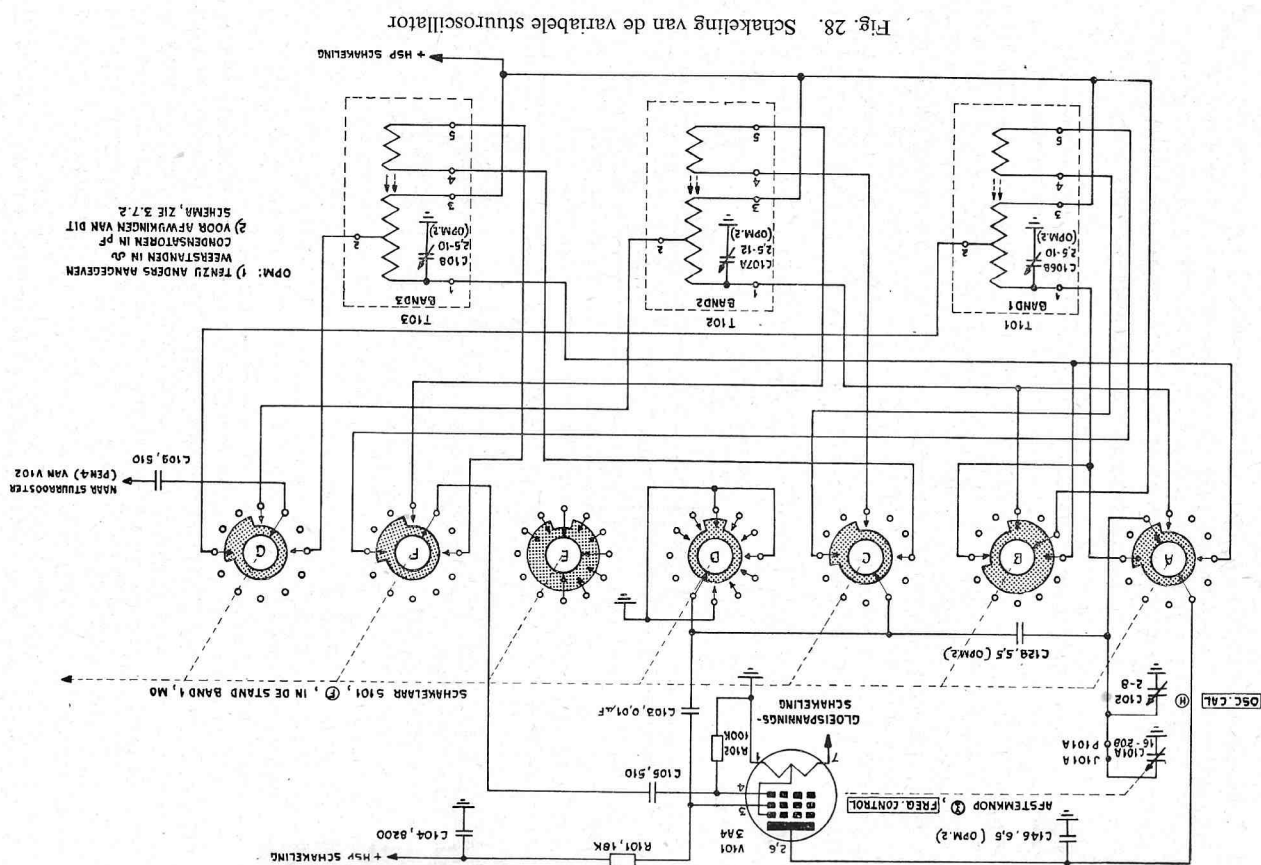

Fig. 28. Schakeling van de variabele stuuroscillator
3.3.2 Stuuroscillator, V101, variabel (zie fig. 28 en 29).
a. In fig. 28 ziet men de schakeling van de stuuroscillator, als zij door middel van de schakelaar S101, F, geschakeld is als variabele oscillator. In de figuur is alles wat niet van belang is voor de werking als variabele stuuroscillator weggelaten.
a. In fig. 30 ziet men de schakeling van fig. 28 nogmaals afgebeeld, nu met toevoeging van de 6 kristallen, en de schakelaar S101 geplaatst in de stand BAND 1, XTAL 1A. Zoals uit de figuur blijkt, verrichten de meeste getekende schakelaardekken van S101 dezelfde overschakelingen als in fig. 28. Alleen de dekken D en E zorgen nu dat de onderzijde van C129 en van C103, alsmede de aansluitingen 4 van de spoelen niet aan aarde, doch aan het betreffende kristal komen te liggen. De kristallen zijn aan de andere zijde geaard.